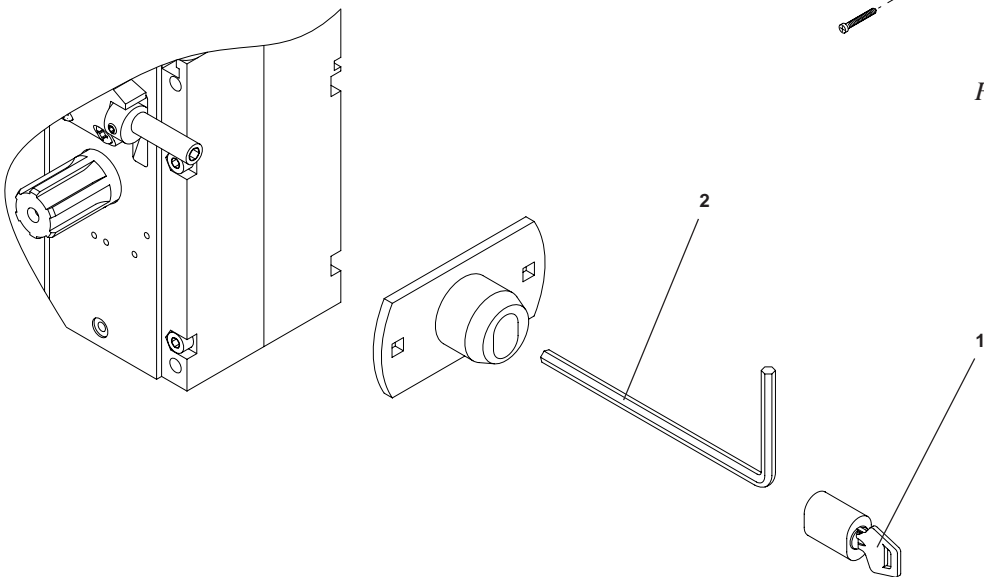

Fig.12
7.3 Sblocco esterno con chiave personalizzata (fig. 12).
### 7.3 External release with personalized key (fig. 12).